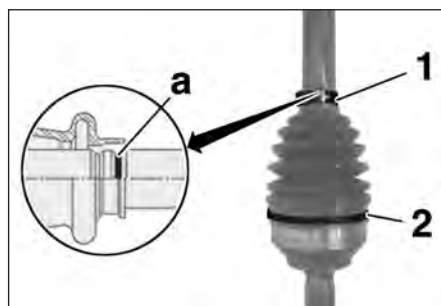

FIG.7
- Déposer les colliers de serrage (1) et (2) (Fig.7).
- Respecter le positionnement du soufflet sur l'arbre, talon du soufflet dans la gorge en (a) de l'arbre ou le repère fait au démontage (Fig.7).